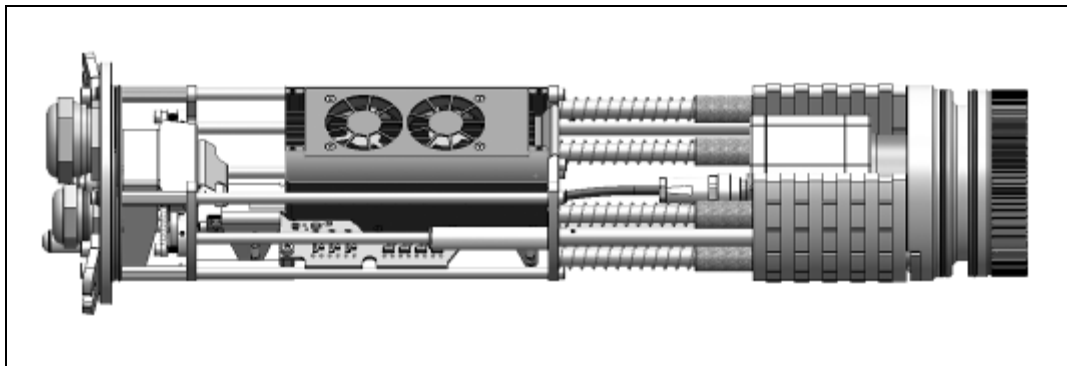

Abbildung 45: Chassis mit PI Kamera, Industrie-PIF und PI Netbox
7. Verbinden Sie im Anschluss die PI Kamera und die PI Netbox mit dem mitgelieferten USB-Kabel und das Industrie-PIF mit der Kamera. Schließen Sie danach den Netzwerkstecker an die PI Netbox an (**Abbildung 45**).